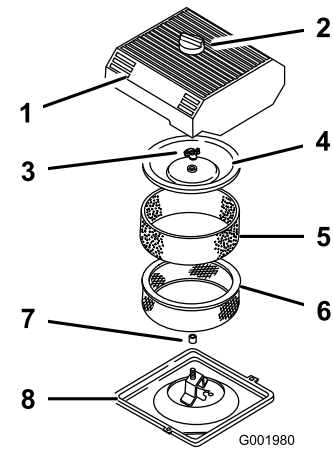

Figura 40
3. Limpie alrededor del limpiador de aire de forma que la suciedad no penetre en el motor y cause daños (Figura 40).
4. Afloje el pomo de la tapa del limpiador de aire y retire la tapa (Figura 40).
5. Deslice cuidadosamente el filtro de gomaespuma para separarlo del filtro de papel (Figura 40).
6. Desenrosque la tuerca de la tapa y retire la tapa y el filtro de papel (Figura 40).
1. Deslice cuidadosamente el filtro de gomaespuma sobre el filtro de papel (Figura 40).
3. Coloque la tuerca de la tapa con la presión de los dedos solamente contra la tapa (Figura 40).
4. Instale la tapa del limpiador de aire y el pomo (Figura 40).